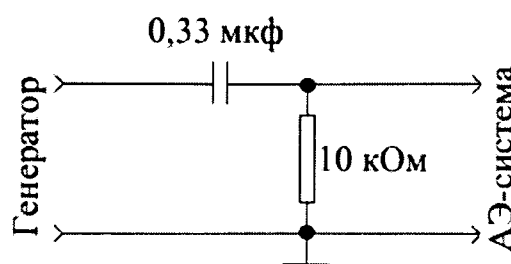

Рисунок 2 - Схема согласующего устройства
8.5 – 8.7	Согласующее устройство (рисунок 2)